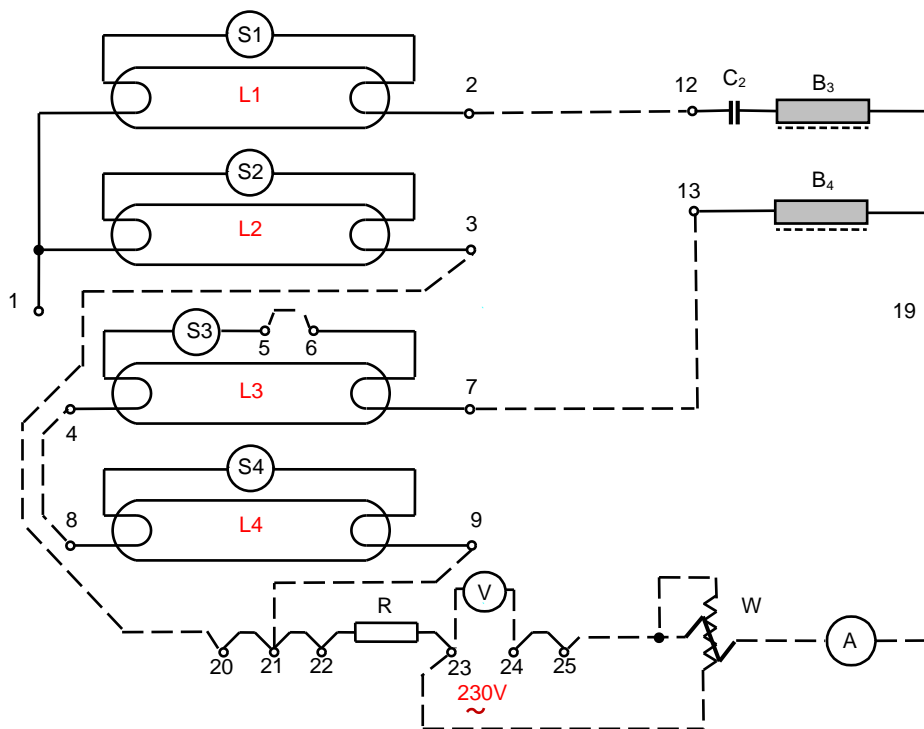

Fig. 7
2.4 Îngroșați pe schema din Fig. 7 legăturile care trebuie realizate pentru a forma montajul tandem inductiv. Executați montajul.
2.5 Îngroșați cu linie dublă pe schema din Fig.7 legăturile care trebuie realizate pentru a completa montajul anterior în scopul obținerii montajului dublu tandem. Executați montajul.